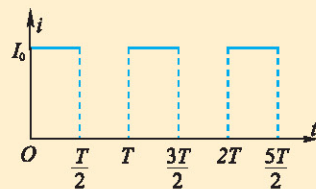

图2-2-4
5. 如图2-2-4所示为一电流随时间变化的  $i-t$  图像. 该电流的有效值为多大?